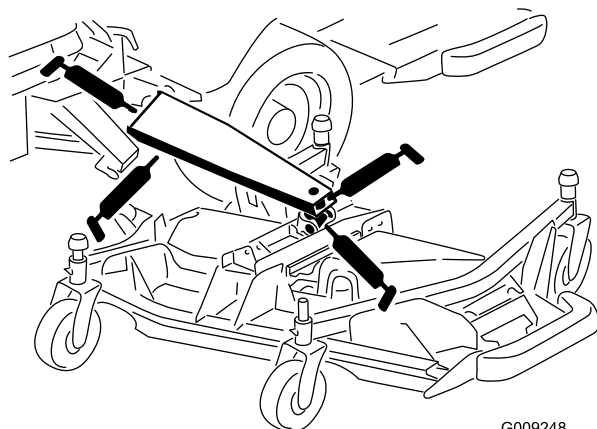

図 56
- ・ メイン昇降アームのブッシュ（3ヶ所）（図 56）
- ・ 昇降シリンダのブッシュ（1ヶ所）（図 56）